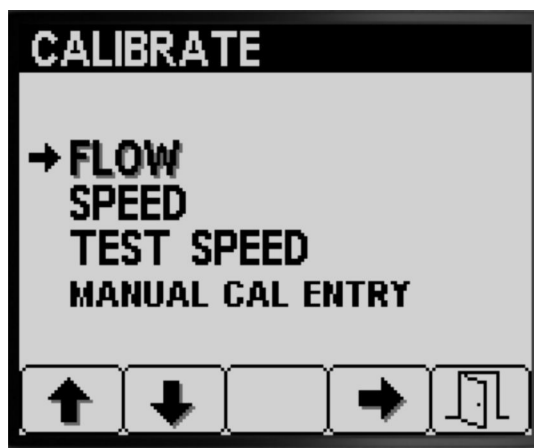

Рисунок 41
2. Нажмите кнопку 1 или 2 в подменю CALIBRATION (КАЛИБРОВКА), чтобы перейти к пункту FLOW (РАСХОД) (Рисунок 41).
3. Нажмите кнопку 4 для выбора пункта Flow Calibration (Калибровка расхода) (Рисунок 41).